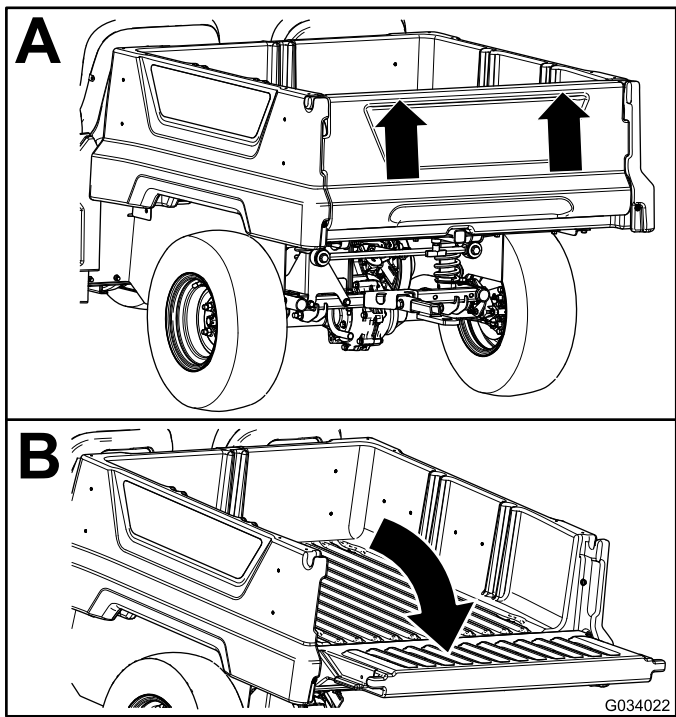

図 15
2. 両手でテールゲート上部の峰の部分をつかんでテールゲートを持ち上げる図 15。
3. 荷台と面一になるまで、テールゲートを下げる図 15。